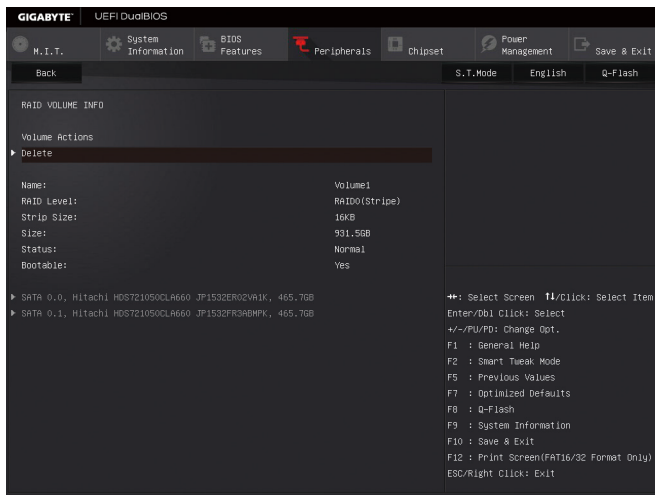

图7
完成后画面将恢复「Intel(R) Rapid Storage Technology」画面, 即可在「RAID Volumes」处看到建立好的磁盘阵列。若要检视更详细的数据, 可在该磁盘阵列上按<Enter>键, 即可看到例如磁盘阵列模式、区块大小、磁盘阵列名称及磁盘阵列容量等信息(图7)。